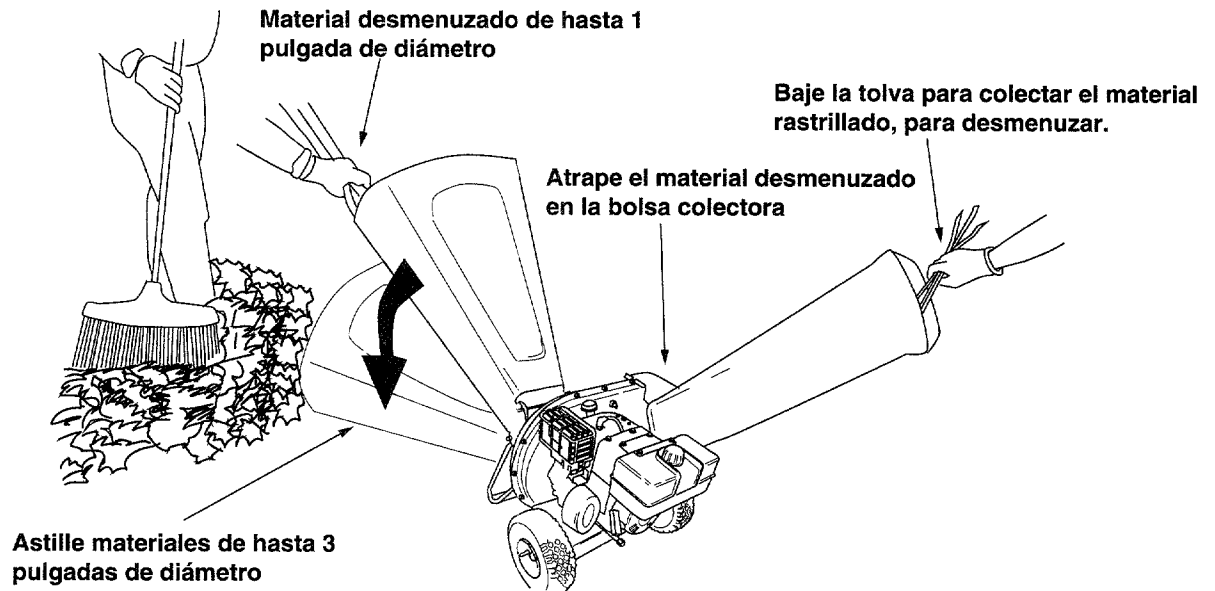

Figura 12
- a. Pueden alimentarse hojas y ramas pequeñas de hasta 1" de diámetro (máximo) al conjunto de la tolva cuando esta está en la posición elevada o bajada. Vea la figura 12.
- b. Materiales voluminosos tales como tallos o ramas pesadas de hasta 3" de diámetro deben alimentarse a la canaleta de la astilladora. Vea la figura 12.